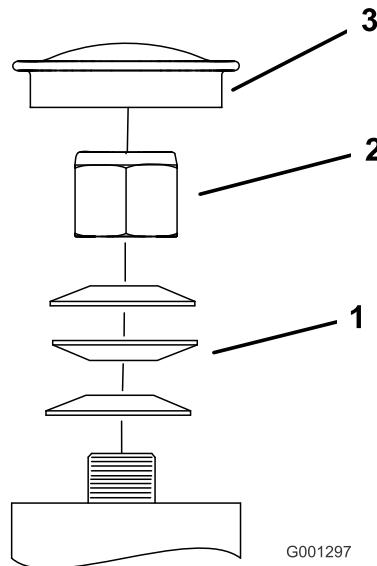

Figura 69
3. Retire el tapón anti-polvo de la rueda giratoria y apriete la contratuerca (Figura 69).
4. Apriete la contratuerca hasta que las arandelas de muelle estén planas, luego afloje 1/4 de vuelta para establecer la pre-carga correcta de los cojinetes (.).Figura 69
Importante: Asegúrese de que las arandelas de muelle están correctamente instaladas, según se muestra en Figura 69.
5. Coloque el tapón anti-polvo (Figura 69).